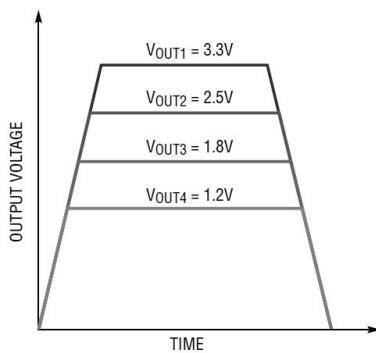

图 7 一致跟踪原理图
一致输出跟踪可以被认为是一种特殊的比例输出跟踪，主输出斜率 (MR) 和从输出斜率 (SR) 相同，如图 7 所示。